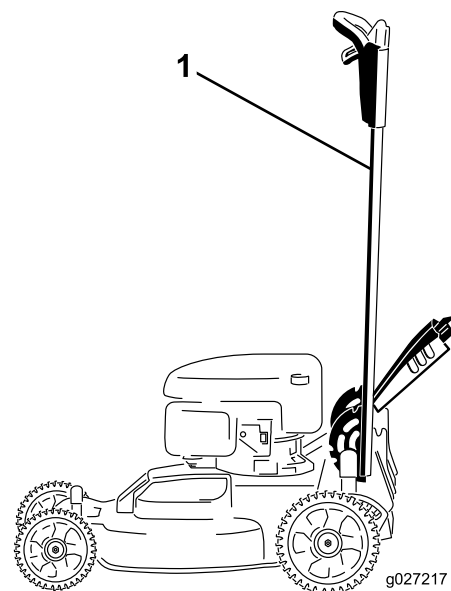

Figura 40
- Bloccate la maniglia in posizione verticale (Figura 40); vedere Regolazione dell'altezza della maniglia (pagina 12).